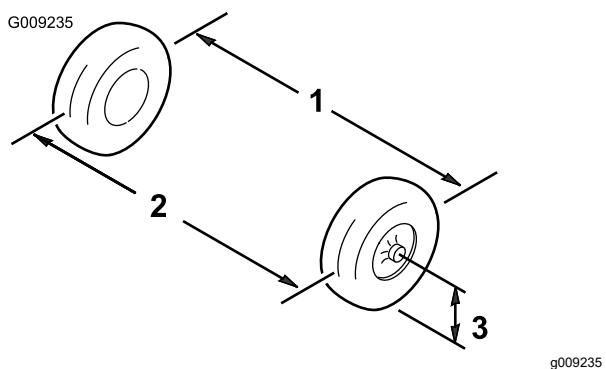

Figura 54
1. Misurate la distanza tra i pneumatici anteriori all'altezza dell'assale, davanti e dietro le ruote (Figura 54).